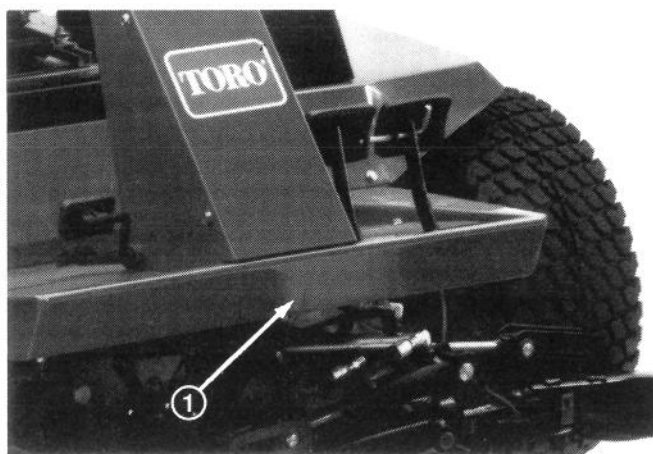

Figura 18
2. Enganchar al centro del miembro de bastidor frontal una cadena adecuada, o una correa o cable (Figura 18).